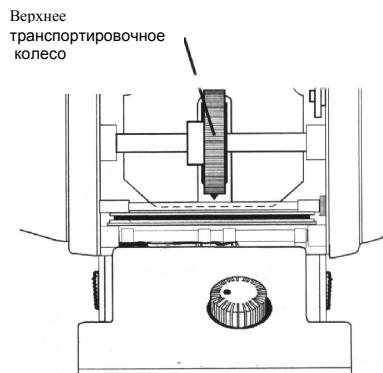

Рис. 3
- Конец направляющего устройства для ленты должен скрываться под осью, находящейся перед транспортировочным колесом, (см. рис. 3).